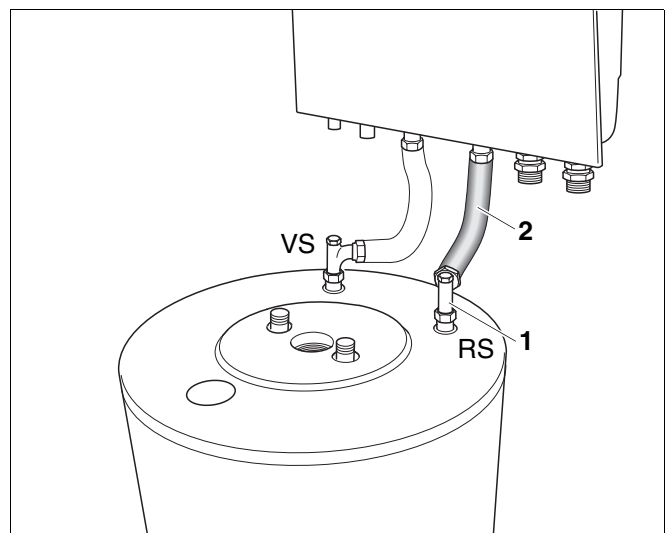

Abb. 18 Wellschlauch an Speicherrücklauf montieren
- In die Winkelverschraubung (Abb. 18, **Pos. 1**) die Dichtung einlegen.
- Winkelverschraubung (Abb. 18, **Pos. 1**) am Rücklauf des Speicher-Wassererwärmers schrauben und ausrichten (ca. 45° nach links, siehe Abb. 18).
- Wellschlauch (Abb. 18, **Pos. 2**) mit den Überwurfmuttern und eingelegten Dichtungen zwischen die Winkelverschraubung des Rücklaufs am Speicher-Wassererwärmer und am Rücklauf des Heizkessels schrauben.